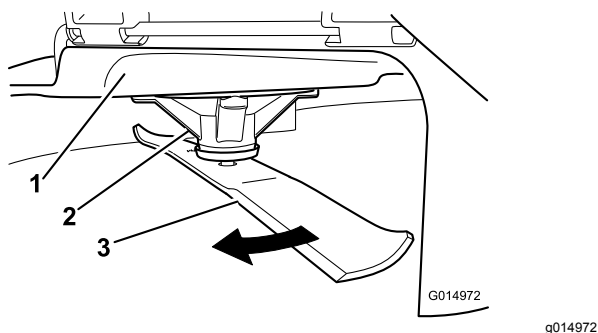

Figura 52
- Indossando guanti ben imbottiti o altra protezione per le mani adeguata ruotare lentamente la lama da misurare in una posizione che consenta la misurazione effettiva della distanza tra il tagliente e la superficie piana su cui si trova la macchina (Figura 52).